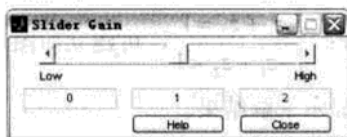

图 4.12 滑块增益模块设置
- 增益模块(Gain)与滑块增益模块(Slider Gain): 在输入信号基础上乘以一个设定的数据, 然后输出。不同的是, 后者是通过设置滑块, 然后可移动滑块来设定增益, 参数对话框如图 4.12 所示。